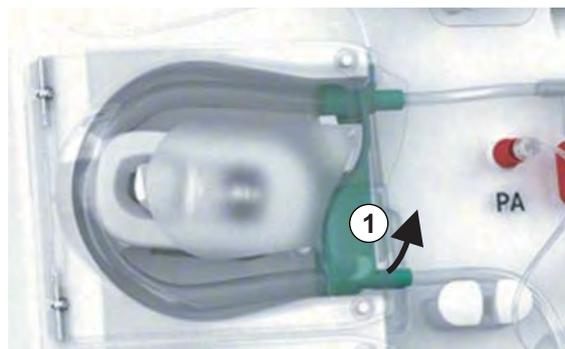

Abb. 7-1 Ausführen des Blutschlauchs
5. Den unteren Teil des Multikonnectors (Abb. 7-1, ①) bei geschlossenem Blutpumpendeckel leicht vom Boden der Blutpumpe abheben (Pfeilrichtung).